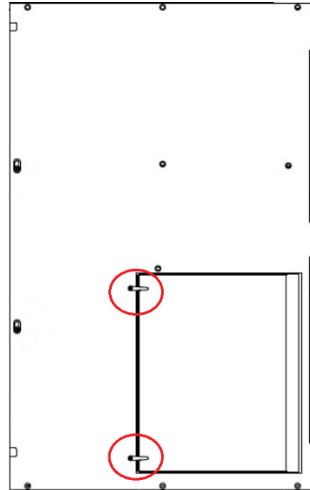

Afbeelding 37: Twee lange bouten op het linker frame schroeven
- Schroef twee lange bouten in het frame aan de linkerkant, zie Afbeelding 37. Vergeet niet om minstens 10 mm vrij te laten tussen het frame en de boutkop voor het sleutelgat.